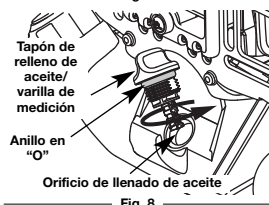

Fig. 8
2. Coloque la unidad sobre una superficie plana (Fig. 8).